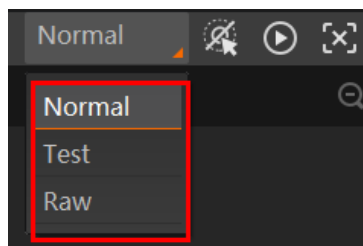

图2-11 运行模式设置
3. 通过“预览窗口”区域右上角下拉选择设备的运行模式，运行模式分为 Test、Normal 以及 Raw 共 3 种，如图 2-11 所示，具体介绍详见 3.2 运行模式章节。